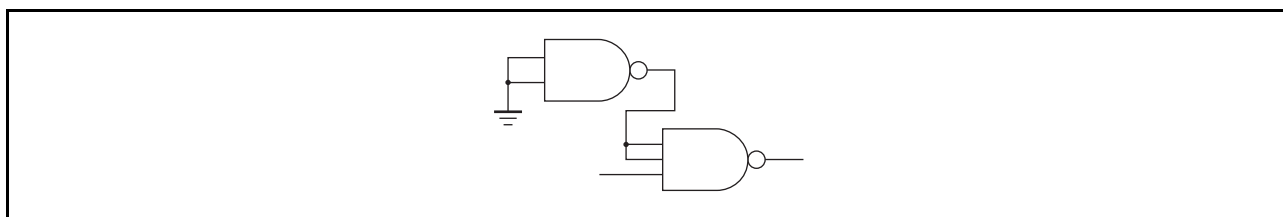

图 2
- (2) 如果有不用的 NAND 或者反相器，就将该输入引脚接地，并将不用的引脚连接到该输出引脚（图 2）